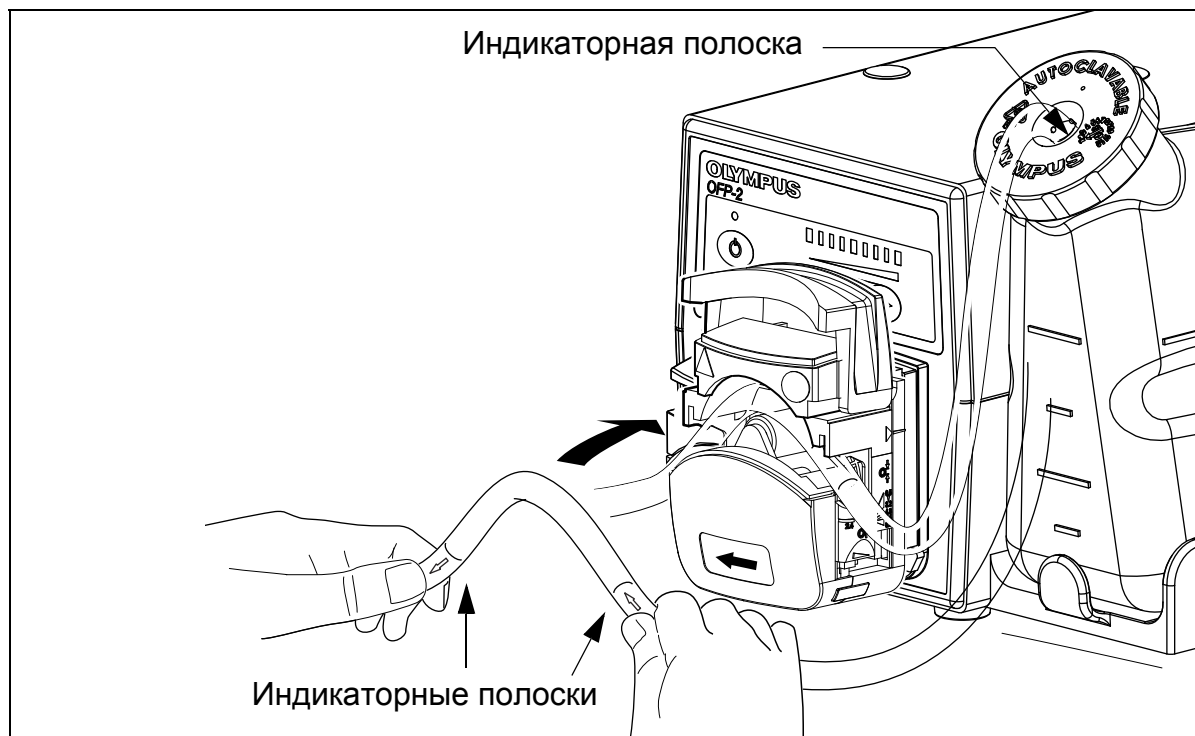

Рис. 3.5.
9. Сверяясь с Рис. 3.5., возьмите трубку двумя руками по обеим сторонам двух остальных индикаторных полосок и заведите ее на ролики, как показано на рисунке. Убедитесь в том, что направление подачи воды, указанное на трубке для воды стрелками, точно совпадает с направлением, указанным на крышке насоса.